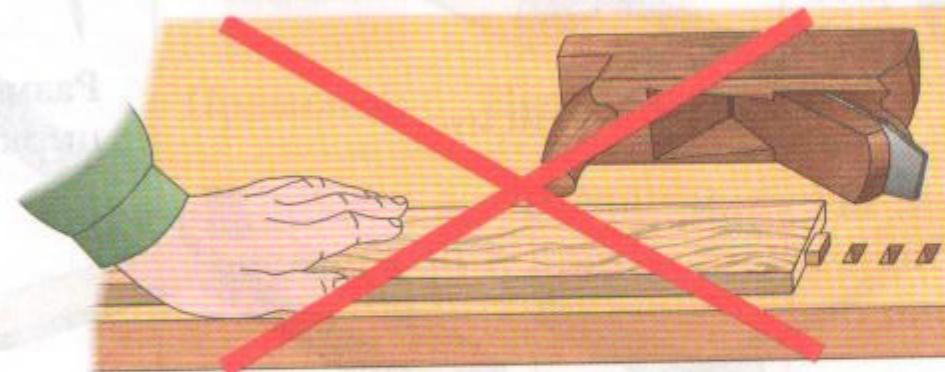

Рис. 116
7. Нельзя проверять ладонью качество строгания и остроту лезвия ножа рубанка (рис. 116).